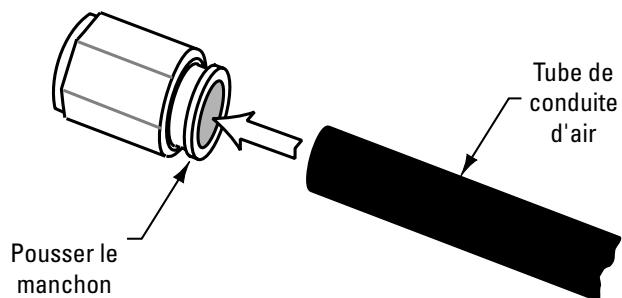

**Fig. 34**
- Fixer les supports de retenue pour le flexible spiralé avec une vis d'assemblage à tête hexagonale M8 x 30, une rondelle, une rondelle de blocage et un écrou, Fig. 34.
- Insérer le câble de retenue pour le flexible spiralé, Fig. 34. Poser un écrou hexagonal 6,3 mm - 20NC (1/4 po - 20 NC) à chaque extrémité du câble de retenue. Insérer chaque extrémité dans les supports de retenue. Fixez chaque extrémité du câble avec un autre écrou hexagonal de 6,3 mm - 20NC (1/4 po - 20 NC). Serrer les contre-écrous, Fig. 34.
- Insérer le câble de retenue pour le flexible spiralé, Fig. 34. Brancher une extrémité du flexible spiralé au raccord soudé du cric mobile, Fig. 37 et 38.